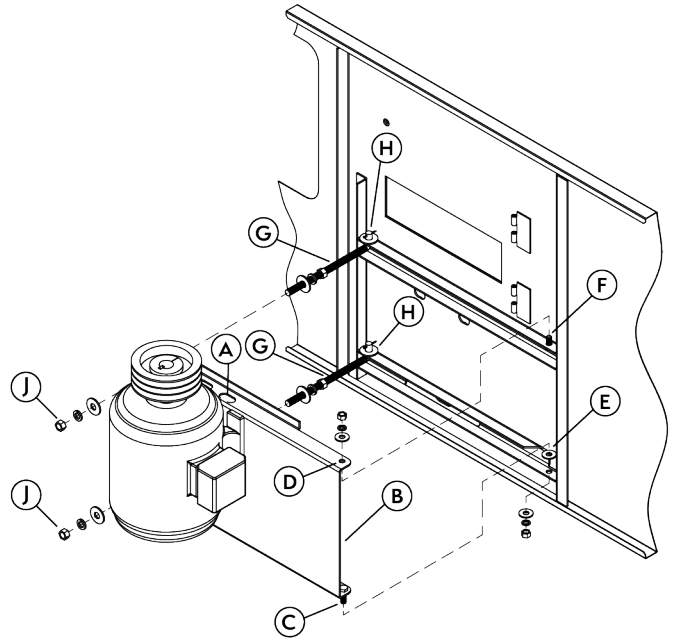

图 15 - 外置式电动机的安装
1. 电动机机座安装之前，应先看清**图15**。
7. 将Power-Band高强皮带 **(K)** 绕在通风机和电动机的皮带轮上（见**图15**）。利用“J”型螺栓上的螺母来调整皮带松紧度。不要调得过紧。用手在皮带中心位置上加适当的压力，其水平方向上的挠度约为 $3/4"$ (19mm)。